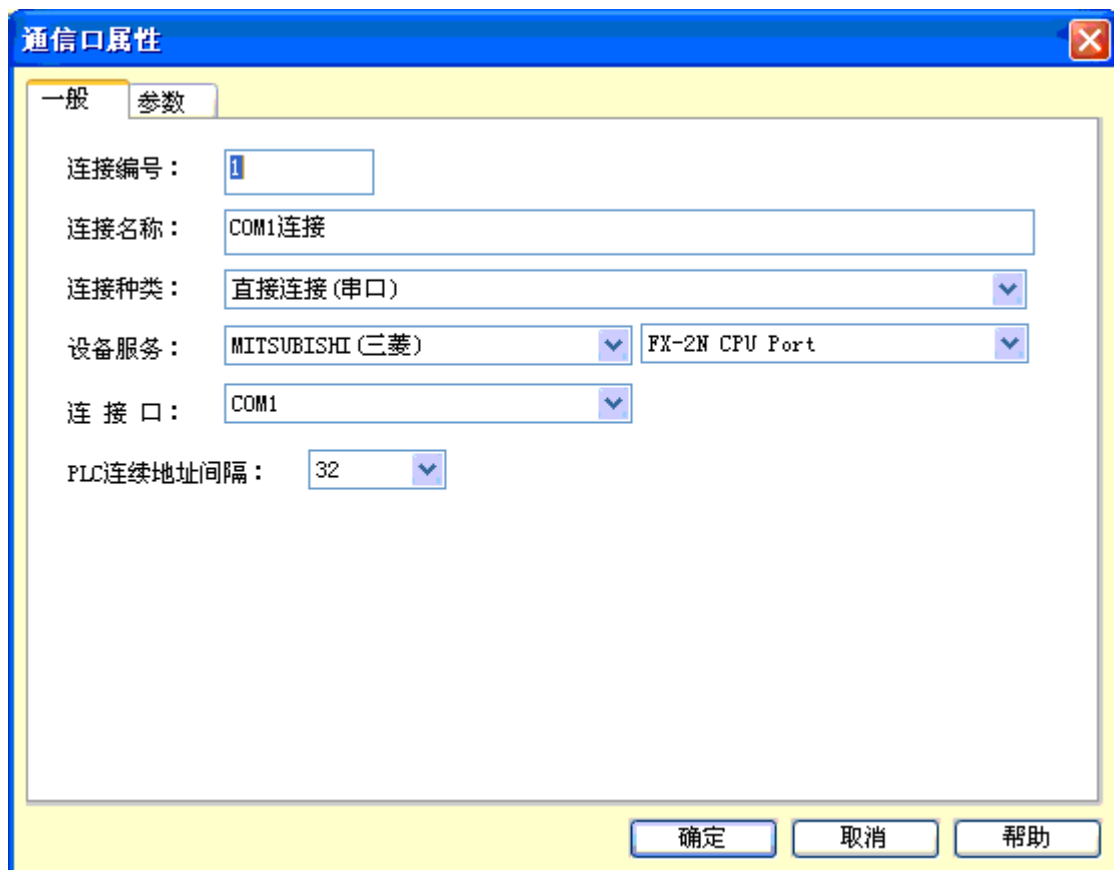

图 7-1 COM1 通信口设置对话框
- ◆ 双击“工程管理器”的“COM1 连接”, 弹出如图 7-1 所示对话框: